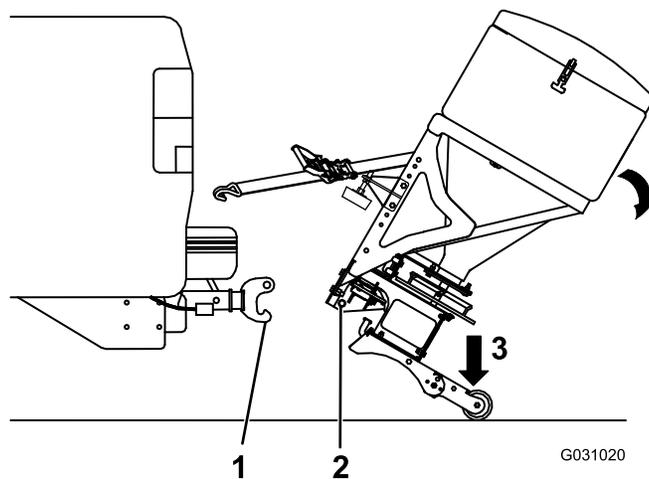

Figure 22
3. Empoignez fermement l'épandeur puis mettez le pied sur le pied de support pour le faire pivoter en arrière jusqu'à ce que la goupille inférieure de la fixation RT3 passe le crochet sur le système d'attelage RT3 (Figure 22).